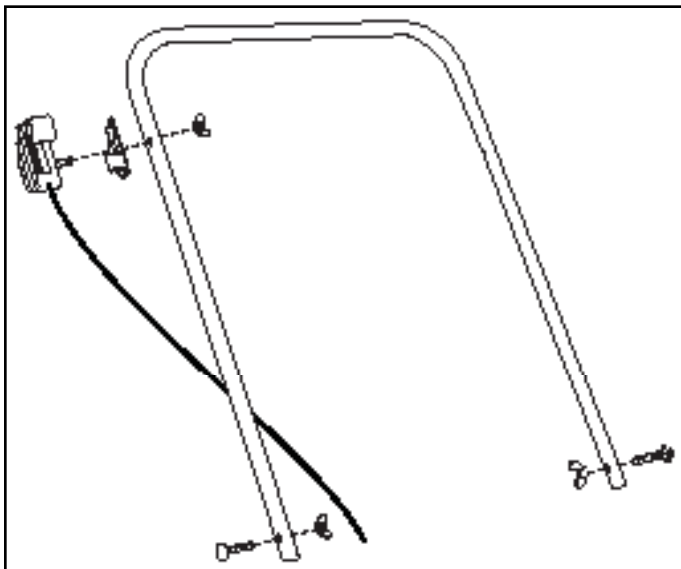

ABBILDUNG 1
1. Bringen Sie das Griffrohr mit den beiden 1/4" x 2" Schlossschrauben und Flügelmuttern am Fußgestell an. Siehe Abbildung 1.
2. Bringen Sie das Reglerkabel mit einer 1/4" x 2" Schlossschraube und einer Nylon-Flügelmutter am Griffrohr an. Siehe Abbildung 1.
2. Am einfachsten ist es, wenn Sie zuerst über die kürzesten Kanten des Rasens streuen und dann zwei Querbahnen am Ende der Längsbahnen streuen, um einen Wendebereich zu erhalten und wenn Sie dann innerhalb der Querbahnen streuen. Siehe Abbildung 1.